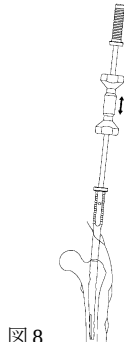

図 8
7) IPT ネイル抜去用アダプタ (L) の後端にネイル抜去器を接続し、ハンマーをスライドさせて軽く衝撃を与えながら、ネイルを引き抜きます。(図 8)